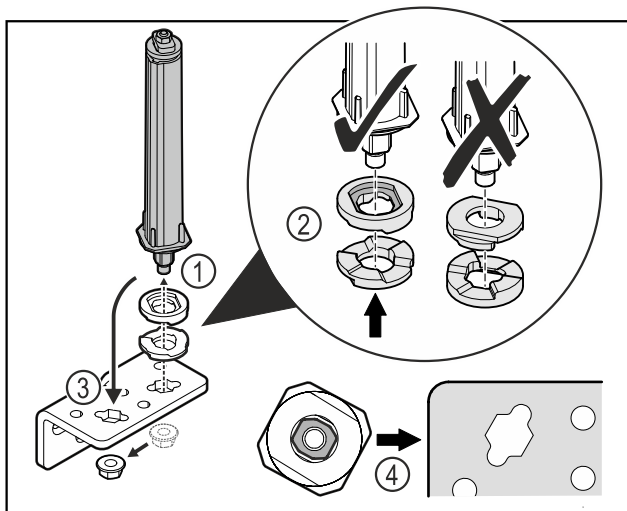

Fig. 46
- Desfaceți piulița și îndepărtați sistemul de închidere a ușii Fig. 46 (1).
- Aveți în vedere alinierea corectă a șaibelor de reglaj pe înălțime Fig. 46 (2).
- Mutați sistemul de închidere a ușii în colțarul balamalei și fixați cu piulița Fig. 46 (3).
- La utilizare aveți în vedere alinierea corectă a sistemului de închidere a ușii Fig. 46 (4).